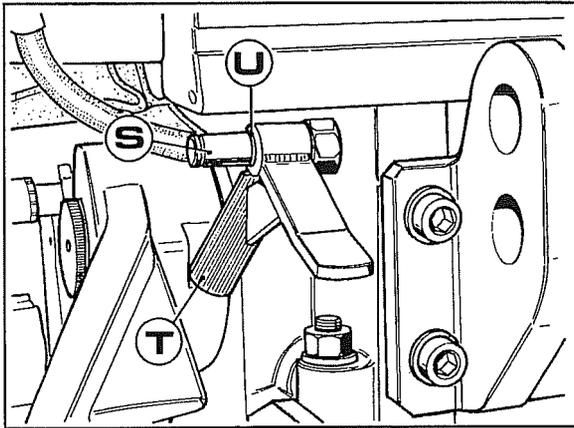

Fig. 35
2. Visser l'axe **S** fig.35 dans l'orifice du carter du relevage.
3. Monter le levier **T** et le fixer avec un circlips **U** fig.35.